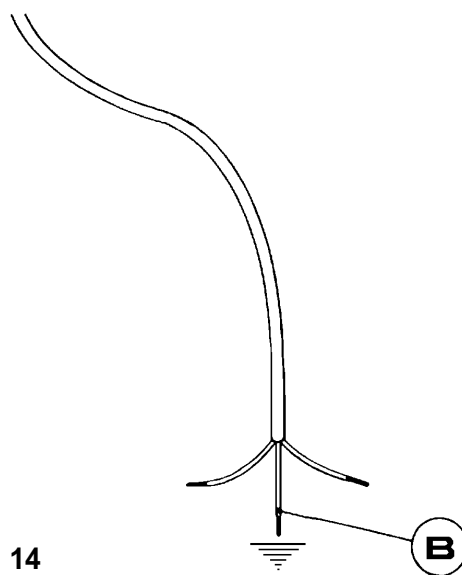

FIG. 14
En caso de sustitución del cable de alimentación, el instalador deberá tener el conductor de tierra más largo respecto a los conductores de fase (B), ver fig. 14.